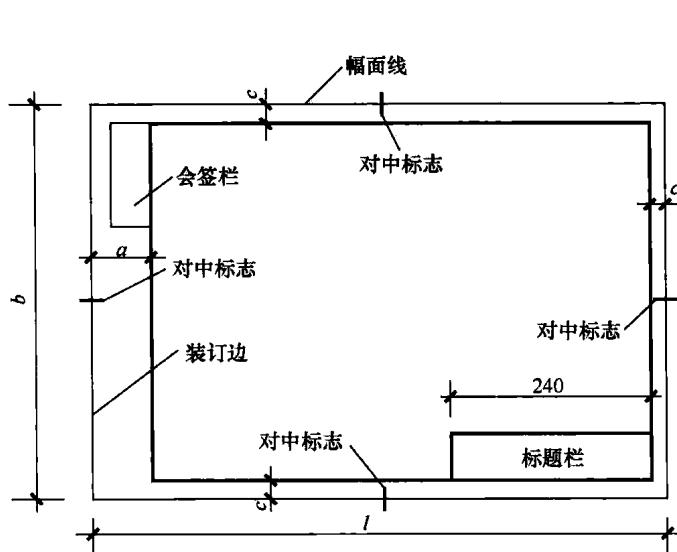
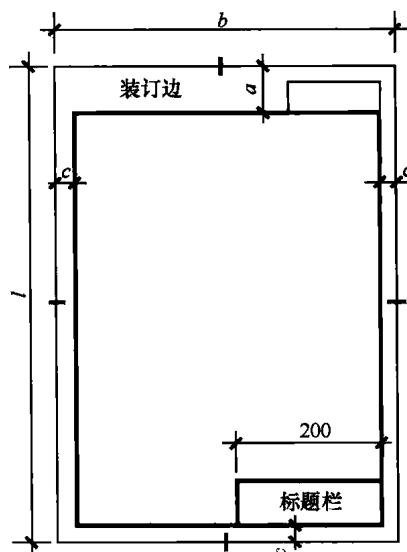
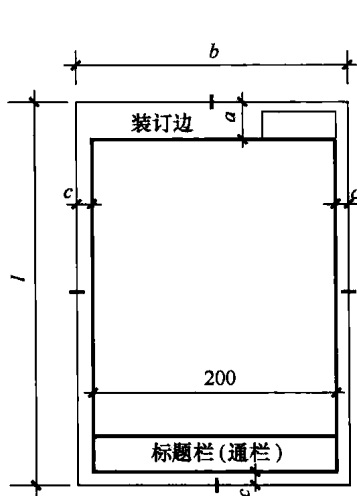
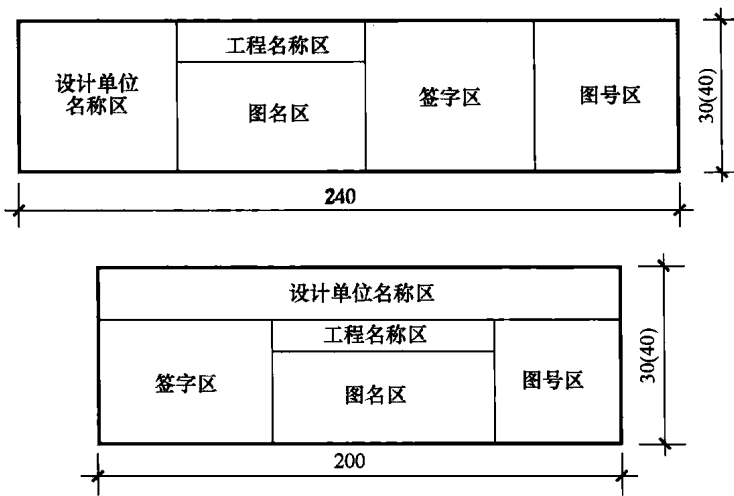

图 1-1 A0 ~ A3 横式幅面
图 1-2 A0 ~ A3 立式幅面
图 1-3 A4 立式幅面
图 1-4 标题栏
图纸幅面及图框尺寸，应符合表 1-1 的规定及图 1-1 ~ 图 1-3 的格式。
(1) 横式使用的图纸，应按图 1-1 的形式布置。
(2) 立式使用的图纸，应按图 1-2、图 1-3 的形式布置。标题栏应按图 1-4 所示，根据工程需要确定其尺寸、格式及分区。签字区应包含实名列和签名列。会签栏应按图 1-5 的格式绘制，其尺寸应为 100mm × 20mm。